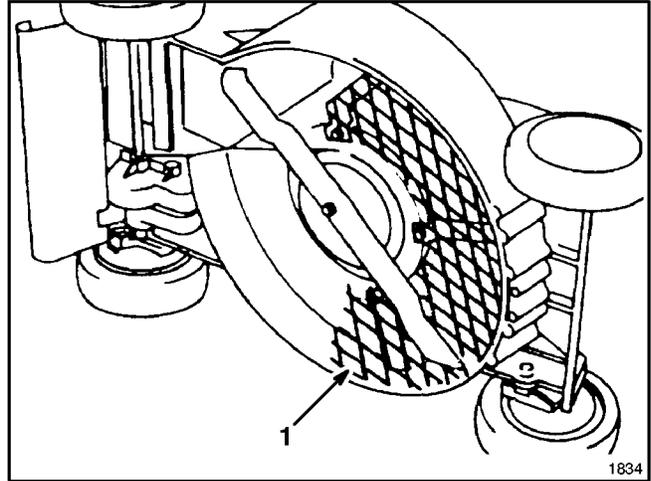

**Abbildung 30**
**1. Zinkenvorsatz-Kit, Modell Nr. 59131**—In Minuten montierbar. Vorne befestigt zwecks einfacher Manövrierbarkeit. Zinken lockern Materialanhäufungen. Für einfaches Absaugen in den Grasfangsack (Abb. 30) und praktische Entleerung.